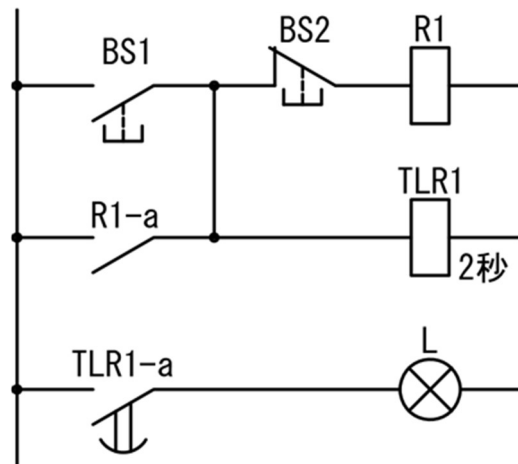

図 5－1
設問 3 図 5－1 のシーケンス図について、(①) ～ (⑧) にあてはまる最も適切なものを解答群からそれぞれ一つずつ選び、記号ア～ソで答えなさい。
図 5－1 はスイッチ BS1 を押してすぐに離しても、リレー R1 が (①) され接点 (②) が閉じ、リレー R1 とタイマ TLR1 には電圧が加わり続ける。このような回路を (③) という。次に 2 秒後に接点 (④) が閉じ、ランプ L が (⑤) する。スイッチ (⑥) を押すと、リレー R1 が (⑦) され、同時にタイマ TLR1 の電源部が解除され、ランプ L が (⑧) する。